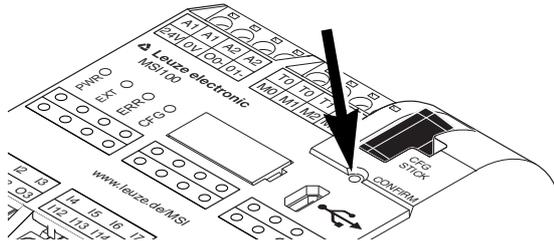

Figura 6-6 Confirme la configuración con el pulsador "Confirm"
- Confirme la nueva configuración presionando el pulsador "Confirm" con un objeto puntiagudo (véase Figura 6-6).